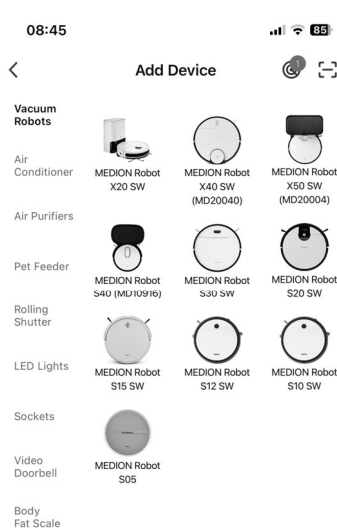

Fig. 2
- ▶ Sélectionner le modèle **S05** correct dans la liste récapitulative (voir fig. 2).